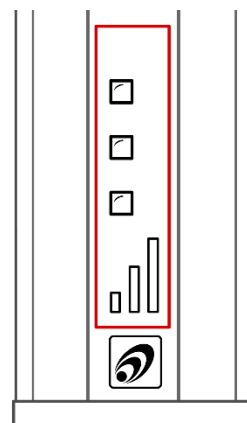

Рис. 13. Индикатор сигнала GSM.
2. Индикатор уровня сигнала сотовой сети GSM (только в терминалах с внешним источником питания) (Рис. 13).